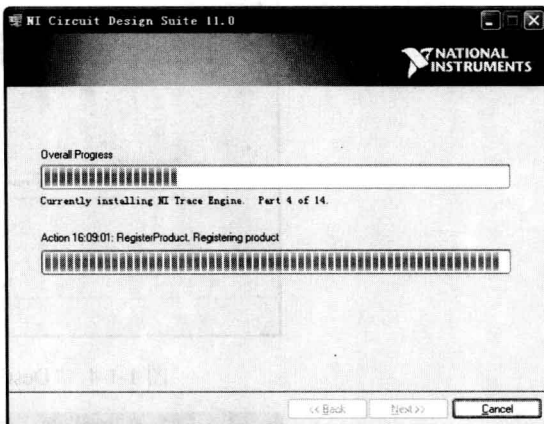

图 1-1-9 安装界面
(7) 这时弹出如图 1-1-9 所示的安装界面，此时要花费较长时间复制和安装模块。